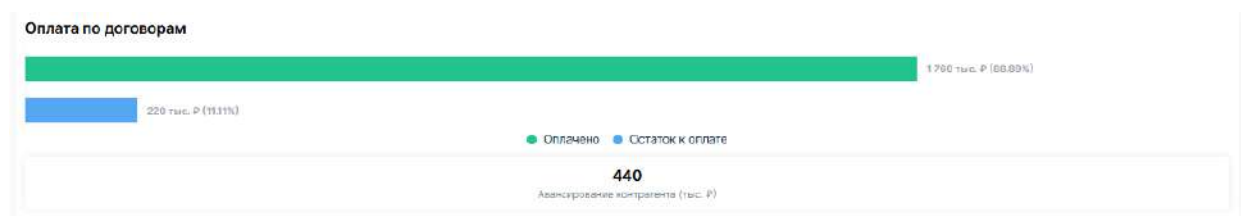

Рисунок 77 - Виджет «Оплата по договорам»
2. Виджет с информацией по оплате по договорам, отфильтрованным в подробных данных (см. **Рисунок 77**);